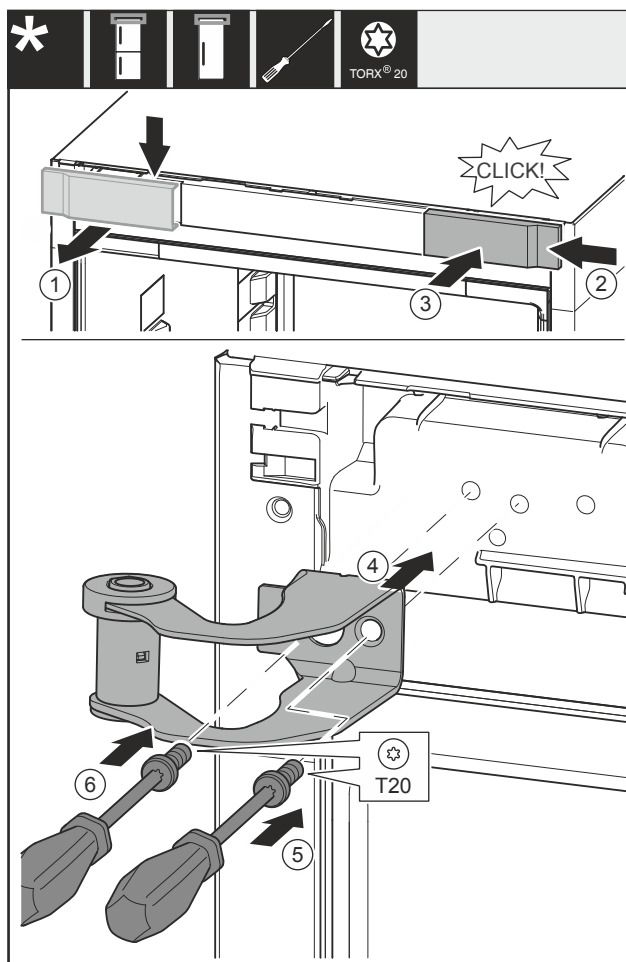

Fig. 15
- Skinite poklopac Fig. 15 (1) odozgo prema naprijed.
- Zakvačite poklopac Fig. 15 (2) okrenut za 180° na drugoj strani zdesna.
- Pustite da se poklopac Fig. 15 (3) uglavi.
- Postavite gornji podložak ležaja Fig. 15 (4).
- Pritegnite vijak Fig. 15 (5).
- Pritegnite vijak Fig. 15 (6).